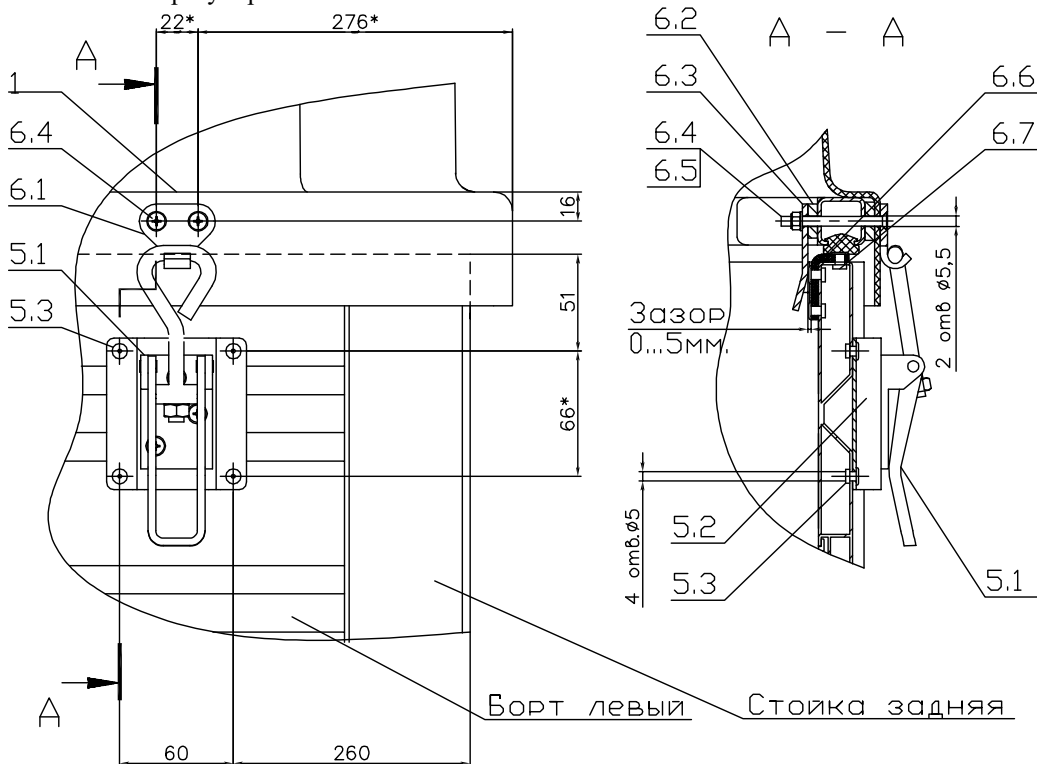

Рисунок 3.
15. В подготовленные отверстия, в задней части крышки установить в соответствующем порядке (рис. 3, сечение А-А) винты 6.4, крючок 6.1, проставочную пластину 6.2 и ловушку 6.3. Для обеспечения зазора 0...5мм. между ловушкой 6.3 и бортом прицепа разрешается пункт 16 собирать без проставочной пластины 6.2.
19. Просверлить отверстия Ø5.5мм под замки 5, используя подставку замка 5.2 как шаблон (рис. 3).